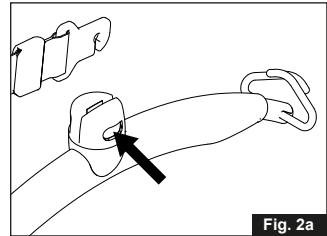

Fig. 2a
1. Hold inne den gule knappen samtidig som man plasserer kroken på løftestroppen i åpningen på toppdekselet til løftebøylen (fig. 2a - 2b).